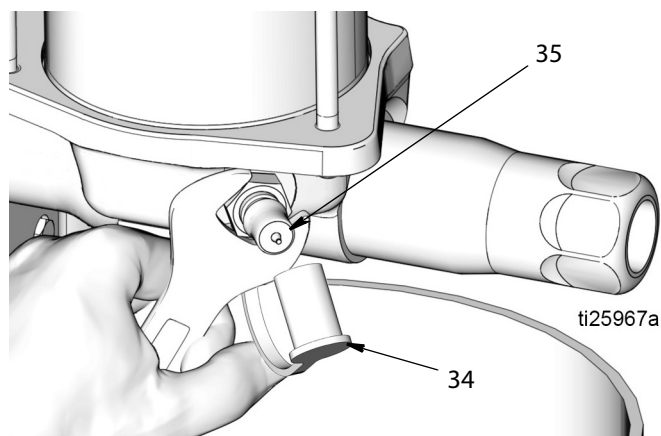

Рис. 12
7. Снимите колпачок заправочного отверстия (34). Затем используйте гаечный ключ для ослабления затяжки и медленно извлеките заправочный шток (35). (Рис. 12).